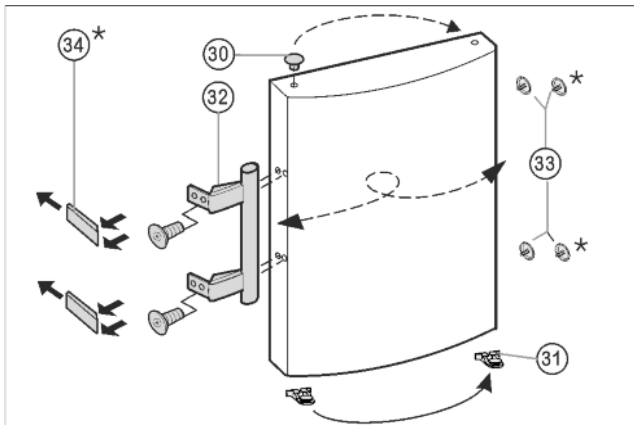

Fig. 8
- ▶ Az ajtó csapágyperselyéből emelje ki és helyezze át a tömítéseket Fig. 8 (33).
- ▶ Szerelje le a Fig. 8 (32) ajtó fogantyúit, a Fig. 8 (33) tömítéseit és a Fig. 8 (34) nyomólemezeit, és helyezze át az ellenkező oldalra.